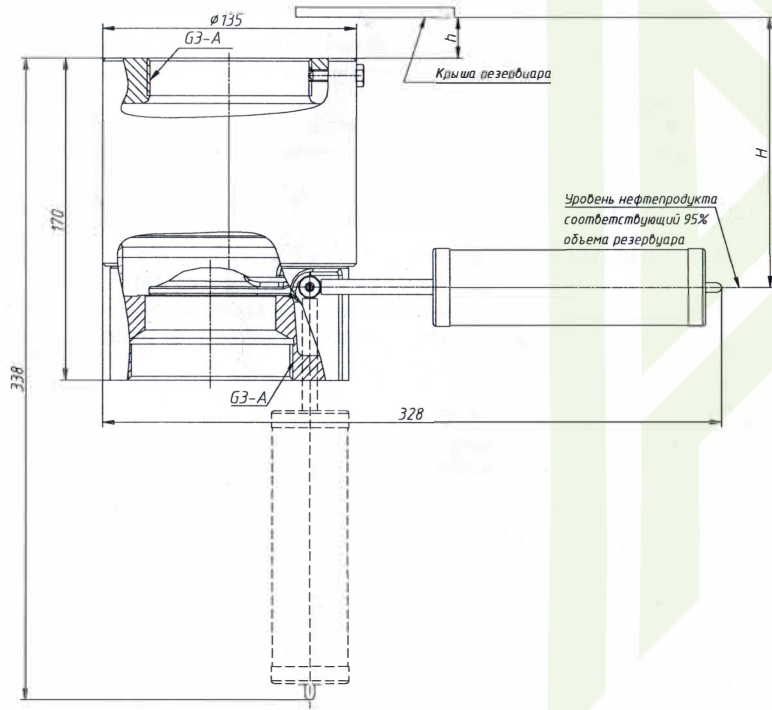

Рисунок 1 – Клапан отсечной поплавковый ОК-80
Основные параметры и размеры клапана (см. рисунок 1) должны соответствовать следующим значениям, указанным в таблице.
4.1 Ограничитель (см. рисунок 1) состоит из корпусов верхнего 1 и нижнего 4. В корпусе верхнем выполнена резьба для присоединения ограничителя налива к верхней трубе. В корпусе нижнем – резьба для нижней части сливной трубы. В нижней части корпуса выполнены две бобышки, в которые устанавливается ось 5. К ней крепится заслонка 6 с клапаном 7. К наружным концам оси крепятся рычаги 3 с поплавком 2.